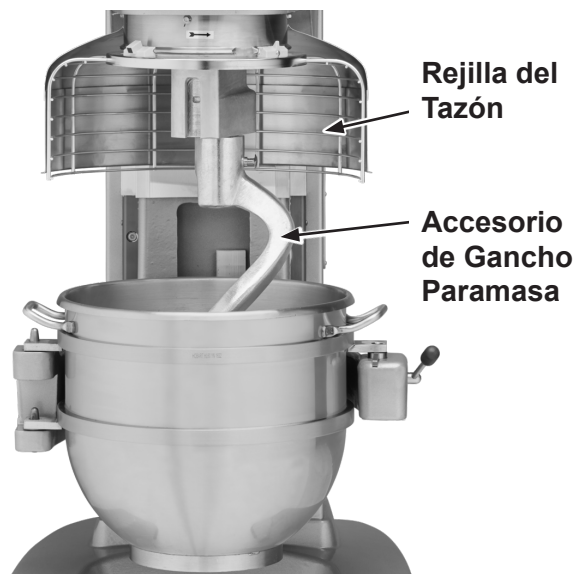

Fig. 13
5. Coloque el agitador dentro del tazón y asegúrelo al eje (Fig. 13).